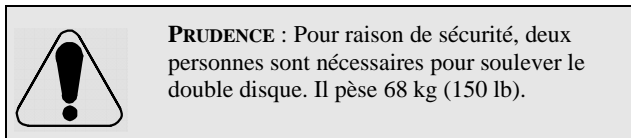

Figure 5 : Double disque
- Soulevez le double disque au moyen des poignées situées de chaque côté (Figure 5).